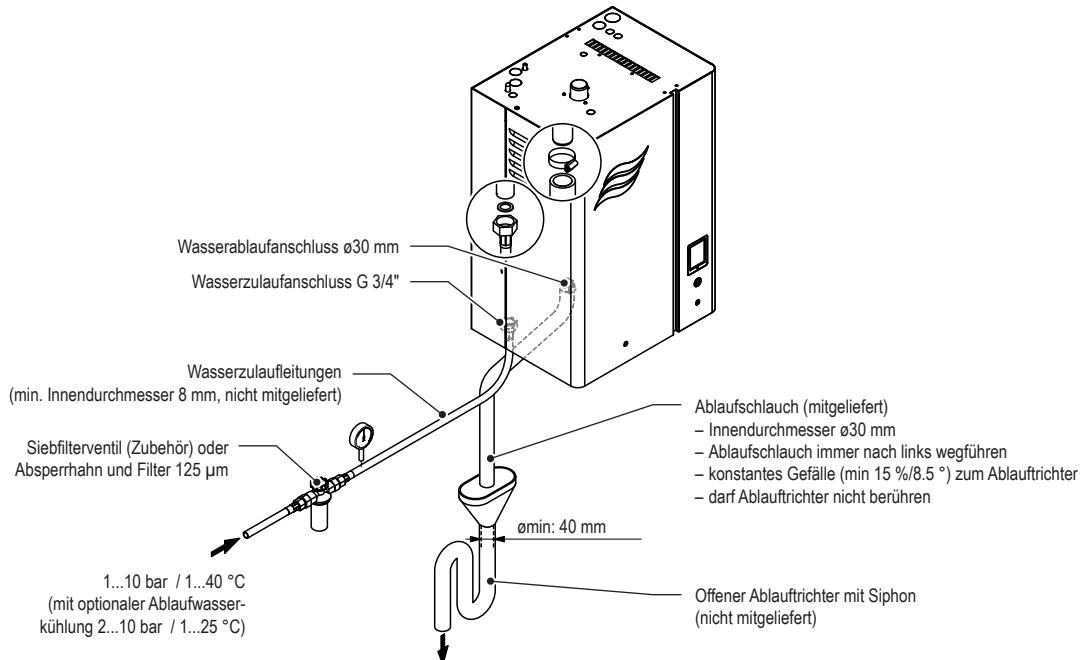

Abb. 19: Übersicht Wasserinstallation für Einzelgeräte Klein ("S") und Mittel ("M")
- Den mitgelieferten Ablauffschlauch immer nach links vom Ablaufanschluss wegführen und nach unten zum Ablauftrichter führen (siehe Abb. 19).